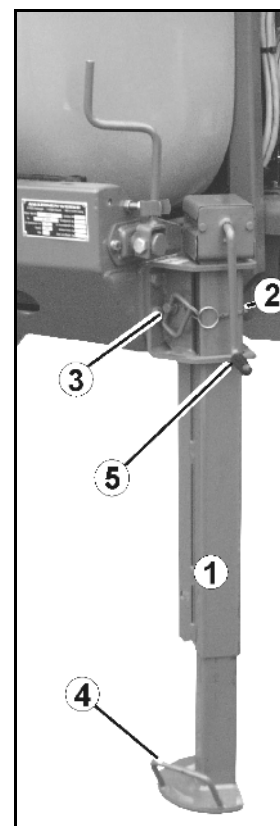

图 45
可调支脚（图 45/1）：
1. 松开制轮楔（图 45/2）。
2. 拔出销栓（图 45/3）。